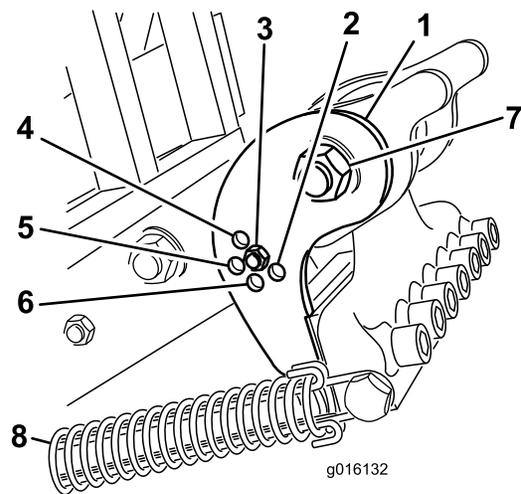

图38
根据所用打孔针的长度将曲面支架 图38 设定到正确的位置。通过选择用螺栓固定调节杆的孔将打孔头限位器设定到五个预先确定的位置之一。仅仅这些孔是预先确定的例如在 30.5cm 的位置使用 25.4cm 打孔针您可以达到更平滑的修整取决于具体应用的需求。
3. 松开到打孔针夹头的拉簧 图38。
4. 卸下曲面支架调节孔中的螺母和螺栓 图38。